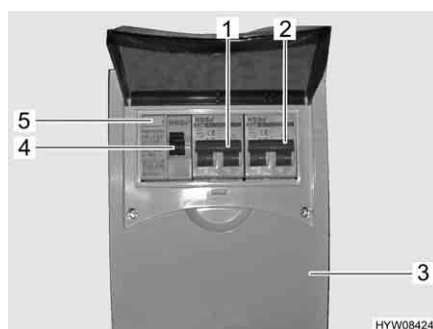

Fig. 81 Scatola dei fusibili a 230 V con interruttore di sicurezza e interruttore automatico FI
Un interruttore di sicurezza per correnti di guasto (interruttore automatico FI) (Fig. 81,4) nella scatola dei fusibili (Fig. 81,3) protegge l'intero veicolo da correnti di guasto (0,03 A).
L'interruttore di sicurezza collegato in serie (10 A) (Fig. 81,1) protegge le prese da 230 V, la centralina elettrica, il caricabatteria supplementare e il frigorifero.
Per veicoli con accessori opzionali, p. es. l'impianto di climatizzazione a tetto, un ulteriore interruttore di sicurezza (16 A) (Fig. 81,2) protegge l'apparecchio. La scatola dei fusibili si trova vicino al collegamento a 230 V.
- Se il veicolo è collegato all'alimentazione a 230 V, premere il tasto di controllo (Fig. 81,5). L'interruttore di sicurezza per correnti di guasto (FI) deve scattare.